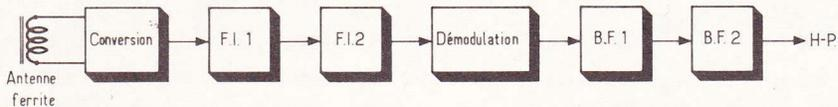

Fig. 15
Le multivibrateur du module produit un signal riche en harmoniques. Cela signifie que ce signal contient des fréquences suffisamment élevées pour qu'on puisse encore le capter avec un récepteur de radio, jusqu'aux gammes des ondes courtes. Ainsi, il devient possible d'appliquer la méthode dynamique au dépannage d'un radiorécepteur, si on divise son circuit électronique en « étages », comme le montre la figure 15. Si, par exemple, le signal du multivibrateur passe, quand on l'applique à l'entrée de la démodulation, alors qu'il ne passe plus quand on l'applique à l'entrée du second étage de fréquence intermédiaire (FI), il est évident que c'est l'étage FI2 qui est en cause.
Sur ce point, la méthode de l'amplificateur de contrôle s'avère donc nettement plus souple que celle du multivibrateur. En revanche, cet amplificateur n'accepte que des signaux BF. Dans l'exemple de la **figure 15**, il n'est donc utilisable qu'après la démodulation, à moins qu'on ne l'utilise avec la sonde HF dont il sera question plus loin.